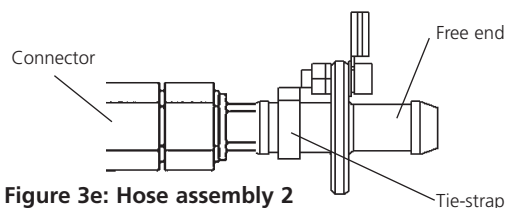

Figure 3e: Hose assembly 2
13. Voir la fig. 3e. Connectez l'entrée d'eau de refroidissement du condenseur sur le connecteur du flexible de 8 mm de l'ensemble de flexibles 2. Connectez le bout libre de l'ergot de mise à la terre de l'ensemble de flexibles 2 sur l'alimentation en eau froide.